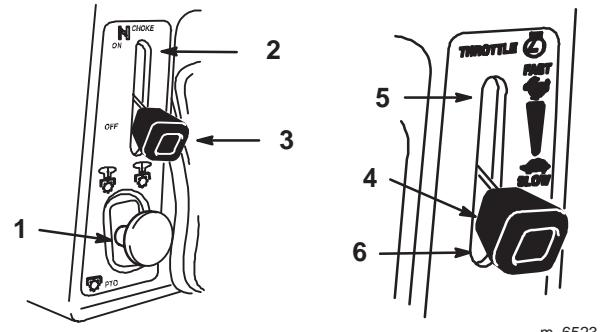

Figure 11
3. Poussez la commande de prise de force (PDF) en position désengagée (Fig. 11).
4. Placez la manette de starter en position de fonctionnement (on) (Fig. 11).
5. Placez la manette d'accélérateur en position de régime maximum (Fig. 11).
7. Lorsque le moteur a démarré, amenez progressivement la manette de starter en position hors service (off) (Fig. 11). Si le moteur cale ou hésite, ramenez la manette de starter à la position on pendant quelques secondes. Réglez ensuite le levier d'accélérateur à la position voulue. Répétez l'opération si nécessaire.
1. Poussez la commande de prise de force (PDF) en position désengagée (Fig. 11).
2. Placez la manette d'accélérateur à mi course (Fig. 11).